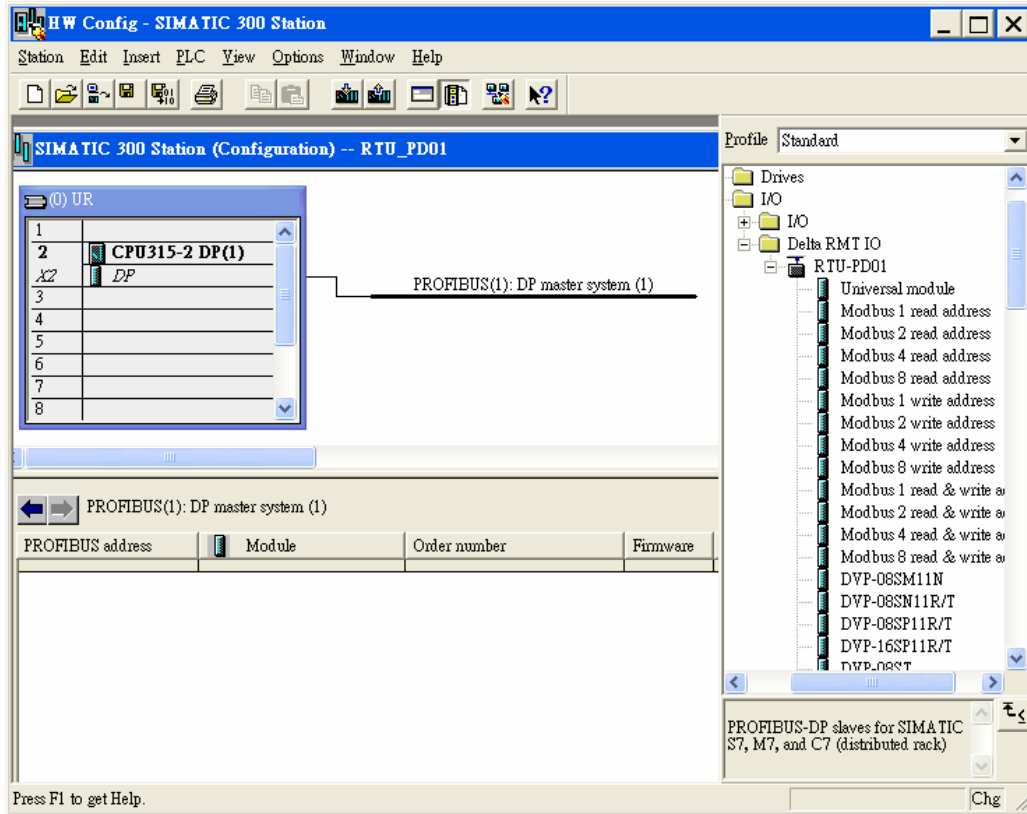

图 10-19
3. 当加入 RTU-PD01 的 GSD 文件后，可在图 10-19 所示窗口的右栏找到 RTU-PD01 的模块名称。如图 10-19 所示，RTU-PD01 即为新增加的模块。